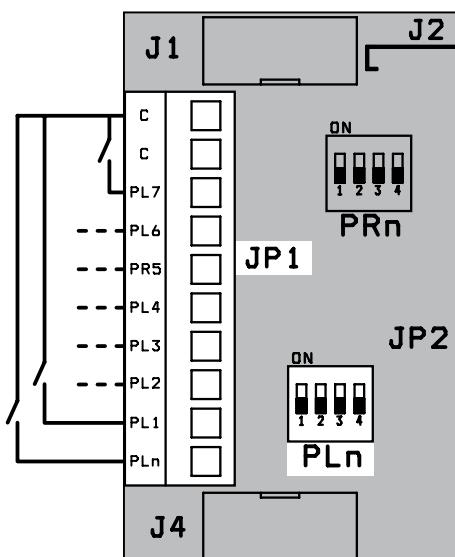

fig.3a
- Collegare i pulsanti di chiamata ai morsetti di ingresso della scheda XT2928U come indicato in fig.3a - 3b.
- Conectar los pulsadores de llamada a los bornas de entrada de la tarjeta XT2928U de la manera indicada en la fig.3a - 3b.
- Connect calling buttons to the input terminals of the board XT2928U as shown in fig.3a - 3b.
- Conectar os botões de chamada aos bornes de entrada da placa XT2928U como indicado na fig.3a - 3b.
- Raccorder les boutons d'appel aux bornes d'entrée de la carte XT2928U comme indiqué sur la fig.3a - 3b.
- Die Ruftasten an die Eingangsklemmen der XT2928U Baugruppe anschließen, wie in Abb. 3a - 3b gezeigt.